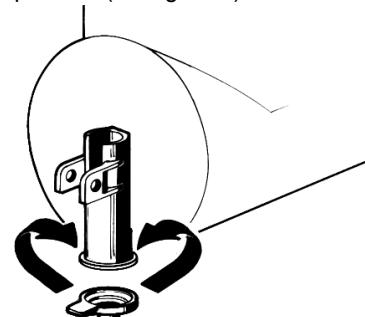

figura 5
**10 Reductor del flujo:** cuando el distribuidor se utiliza para la refrigeración de bebidas se aconseja instalar, sobre el grifo, el reductor de flujo provisto (ver figura 5).